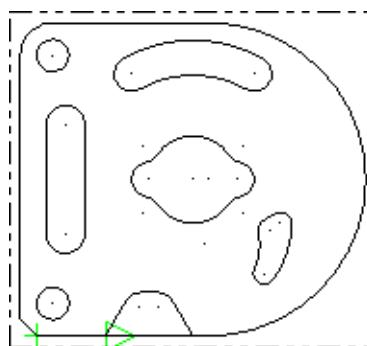

图 9-77 选取加工边界
- 01 选择主菜单中的“刀具路径” | “外形铣削”命令，根据系统提示采用串连方式选取加工工件轮廓图形，单击“确定”按钮 ，如图 9-77 所示。